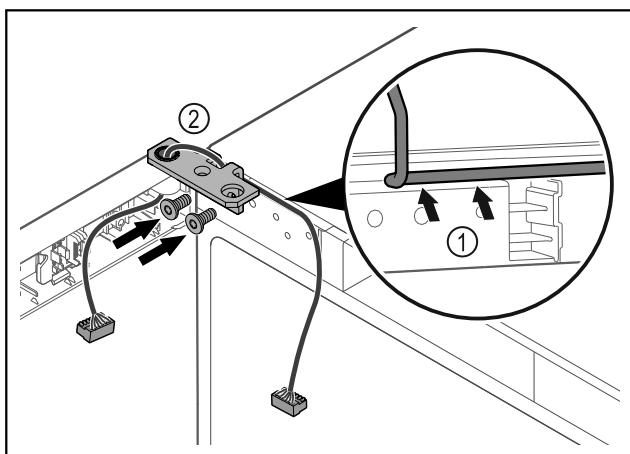

Fig. 61
- Før kabelen forsiktig gjennom åpningen i hengselvinkelen, og legg den omhyggelig på plass Fig. 61 (1).
- Skru på hengselvinkelen Fig. 61 (2).